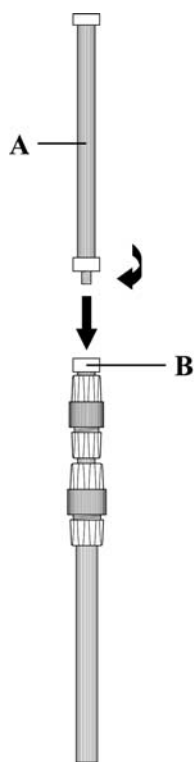

FIGURE 1
1. Vissez la Rallonge (FIGURE 1-A) sur la partie supérieure du Manche Télésopique (FIGURE 1-B). Tourner-la dans le sens des aiguilles d'une montre et serrez-la de manière ferme et sure.